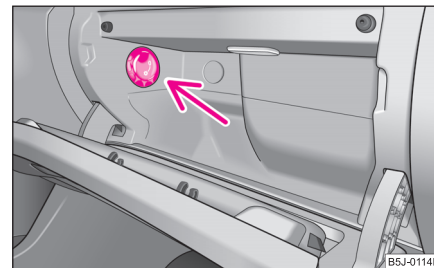

Fig. 69 Torpedoul:
- Porniți, respectiv opriți răcirea de la întrerupătorul ⇒ fig. 69. ►